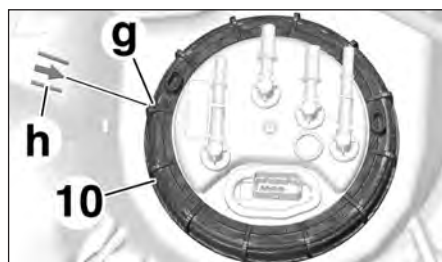

FIG.42
- Pour le remontage de la bague, utiliser l'outil [1] et aligner le repère (g) de la bague avec le repère (h) du réservoir (Fig.42).